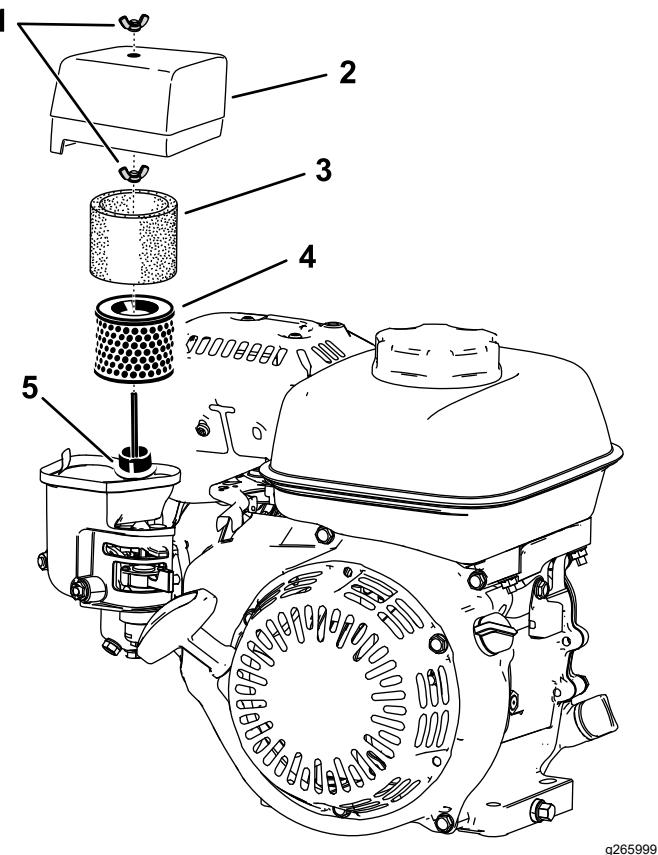

Figure 19
2. Retirez l'écrou à oreilles qui fixe le couvercle du filtre à air (Figure 19).